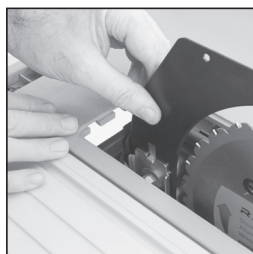

Fig. 3
- Deslice la cuña de separación (está ranurada a efectos de comodidad) entre la placa de fijación y el bloque de montaje. (**Fig. 3**) Asegúrese de que las orejetas sobresalientes de los bloques de montaje se engranan en la ranura de la cuña de separación.